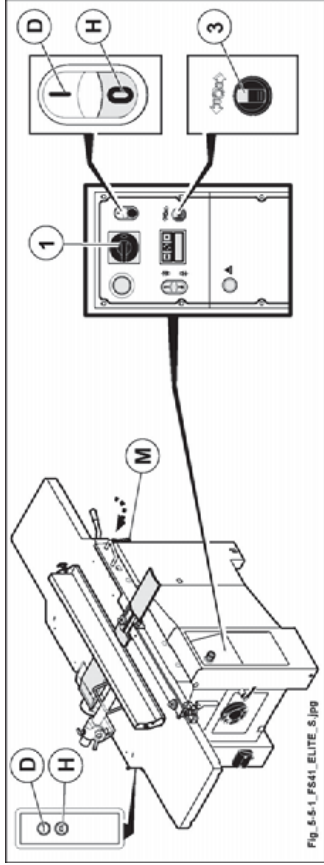

Abb. 5.5.1
- Sich vergewissern, dass die Abfrichtische geschlossen sind und sie durch den zweckmäßigen Griff blockieren (M Abb. 5.5-1).
- Den verriegelbaren Hauptschalter (1 Abb. 5.5-1) auf I (ON) drehen.
- Die Taste (D Abb. 5.5-1) drücken um das Arbeitsaggregat zu starten.
- 1) Taste (H Abb. 5.5-1) drücken.
- 2) Den verriegelbaren Hauptschalter (1 Abb. 5.5-1) auf "0" (OFF) drehen.
es ist verboten den Motor zu stoppen durch Drehen des Wählschalters (3 Abb. 5.5-1) auf Symbol , motorbremse gelöst: Meldelampe angezündet.